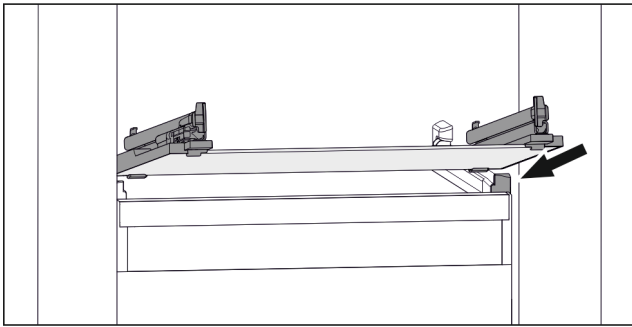

Fig. 78 Representación de la placa de vidrio a modo de ejemplo
- ▶ Coloque la placa de vidrio inclinada detrás de los topes. (consulte Fig. 78)